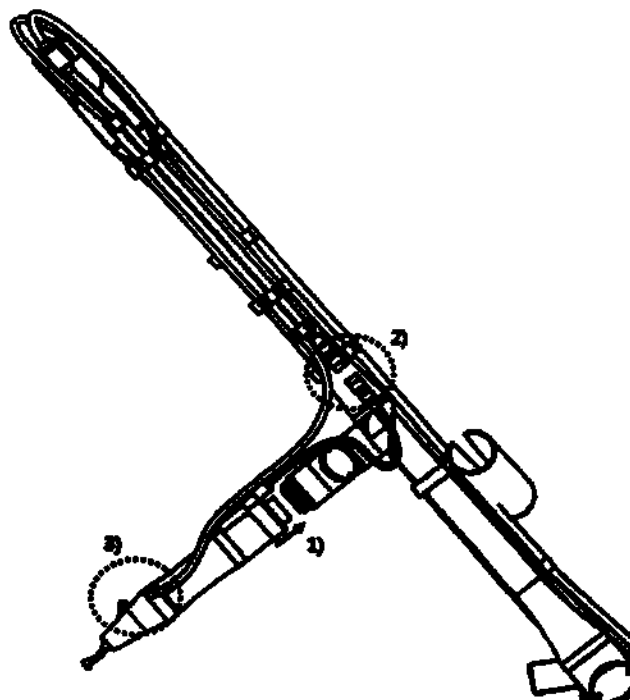

Рисунок 28 – Схема подключения лазерной насадки
- Пользователь будет чувствовать разный вес в зависимости от положения груза (1).
- Чтобы передвинуть груз вперед или назад, поворачивайте регулятор положения вперед-назад (2).
- Регулятор положения груза (3) предназначен для регулировки положения груза и вставки манипулятора.
7.2.3 Подключение лазерной насадки (рисунок 28)